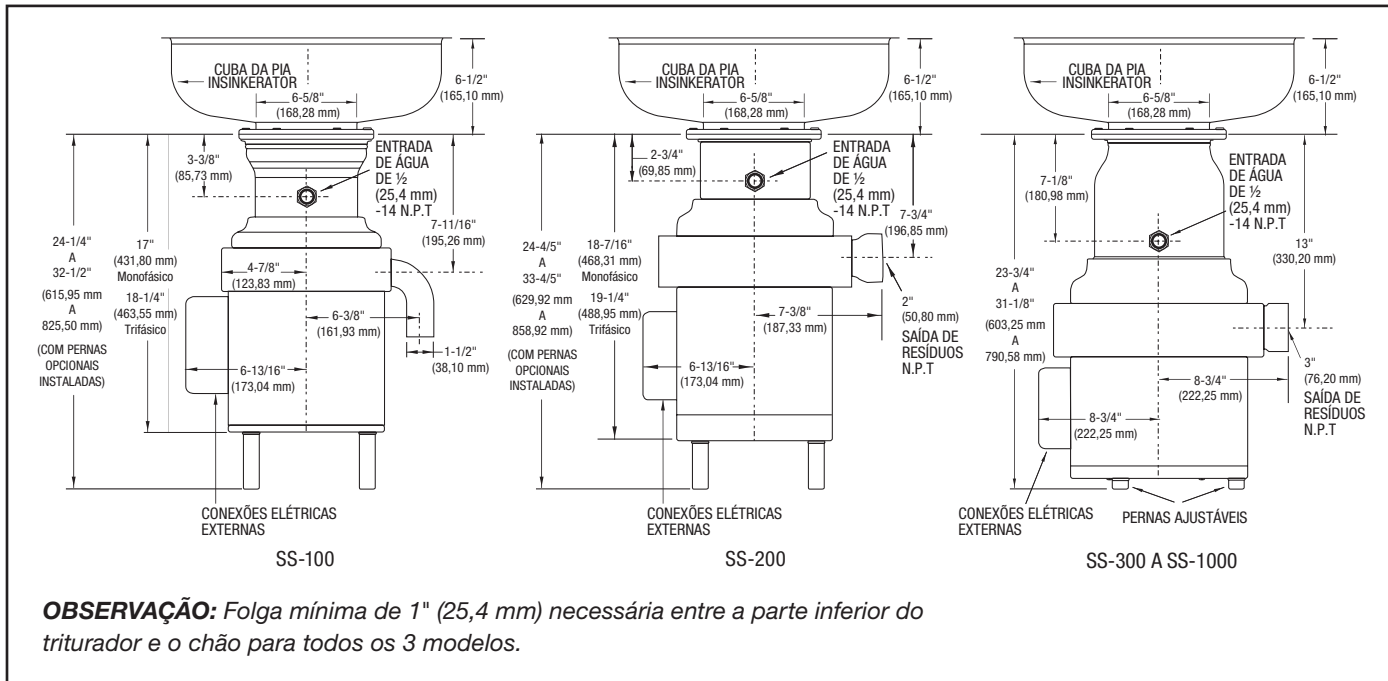

Figura 2. Distância do Tampo da Mesa até o Flange de Montagem
- Para uma operação segura, instale o triturador em conformidade com a distância mínima ilustrada na Figura 2.